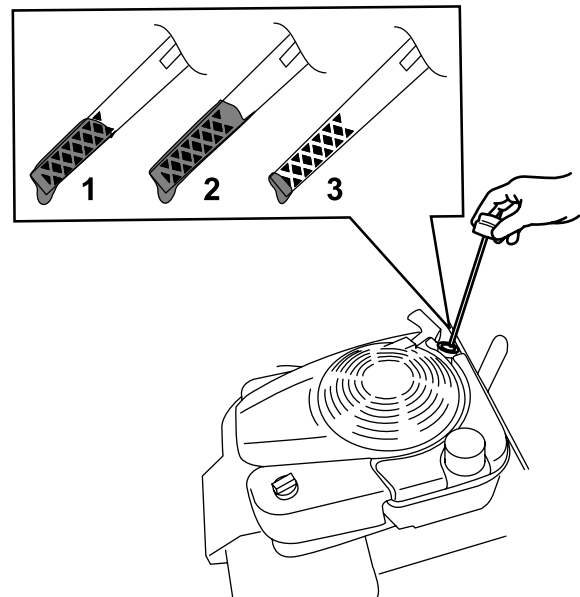

Bild 22
- Entfernen Sie den Peilstab, indem Sie den Deckel nach links drehen und herausziehen (Bild 22).
10. Lesen Sie den Ölstand am Peilstab ab (Bild 22).